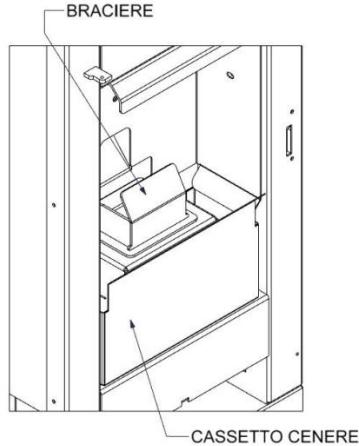

Figura 7 Cámara de combustión.
La alarma por fallo de encendido (AL 5) está descrita en el esquema relativo a los estados de encendido, LIMPIAR BRASERO Y REPETIR EL ENCENDIDO de la ( figura 7). Se reconoce en los siguientes casos: 1. Durante el encendido con estufa fría, si la temperatura de los humos no ha superado el umbral fijado en el tiempo previsto; 2. durante el encendido con la estufa caliente, si la temperatura de los humos no ha aumentado en un delta fijado dentro del tiempo previsto; 3. durante el encendido de fuego (17), si la temperatura de los humos cae por debajo del umbral establecido dentro del tiempo establecido.